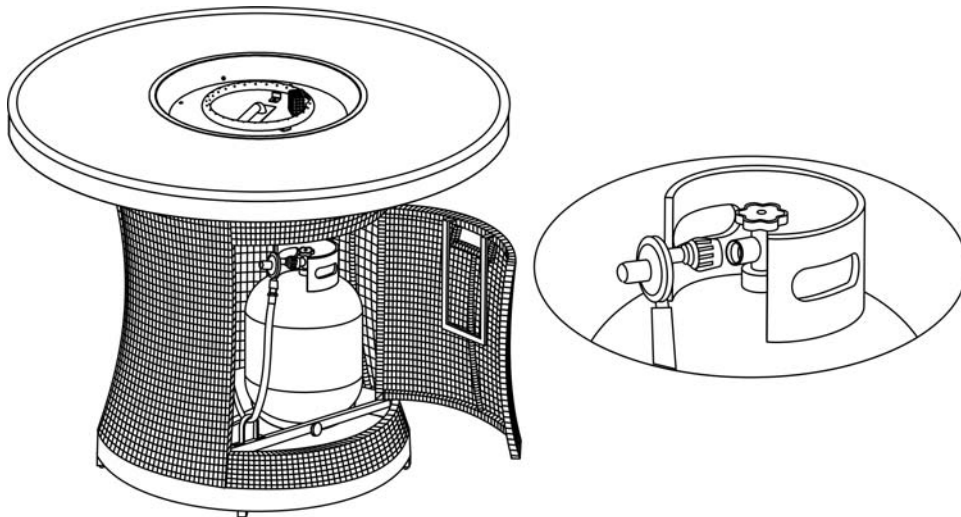

Figura 5
5. Deslice hacia afuera el cajón del tanque y coloque el cilindro de gas LP dentro. Conecte el regulador, como se indica en la Figura 5. Gire el asa negra en sentido de las manecillas del reloj, para apretarla. Para quitarlo, gire el asa en sentido contrario de las manecillas del reloj. La manguera debe apuntar hacia abajo. Revise que la válvula esté completamente girada en sentido de las manecillas del reloj a la posición OFF/APAGADO. Abra la válvula del tanque. Aplique una solución de agua jabonosa a la conexión del regulador del tanque y a la conexión válvula-manguera, para verificar si hay fugas. Si se forman burbujas de jabón, quiere decir que la conexión tiene una fuga. Si encuentra una fuga, cierre la válvula del tanque y apriete todas las conexiones.